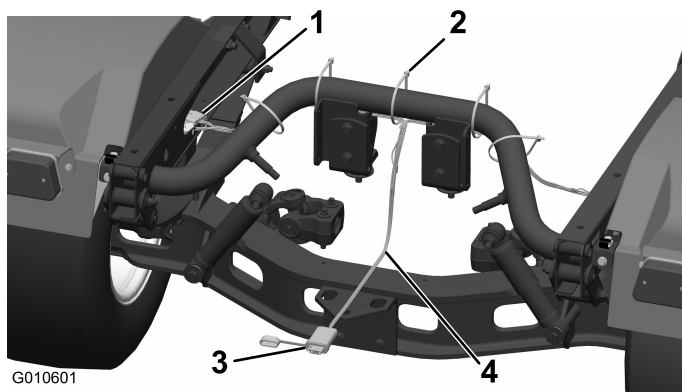

Figure 1
3. Faites passer le faisceau de câblage de l'attelage de la remorque au tube de châssis arrière. Séparez ensuite les deux côtés du faisceau et acheminez chacun le long du bas du tube de châssis arrière, jusqu'aux ouvertures des longerons, comme illustré dans la Figure 1.
6. Avec 5 serre-câbles, attachez le faisceau de câblage d'éclairage de la remorque au tube arrière, aux points indiqués à la Figure 1.